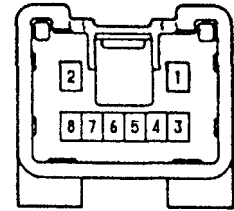
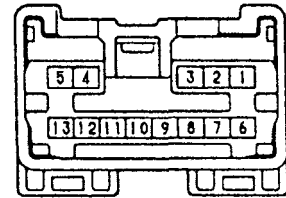

Рис. 1. Модели с ручным управлением кондиционером.
Рис. 2. Модели с автоматическим управлением кондиционером.
3. (Модели с автоматическим управлением кондиционера) Проверка работы индикаторов (см. рис. 2).
4. (Модели с автоматическим управлением кондиционера) Проверка работы подсветки (см. рис. 2).
5. (Модели с автоматическим управлением кондиционера) Проверка выключателя обогревателя стекла задней двери (см. рис. 2).
6. (Модели с автоматическим управлением кондиционера) Проверка регулятора температуры (см. рис. 2).
7. Проверка переключателя направления воздушного потока (см. рис. 1 или рис. 2).